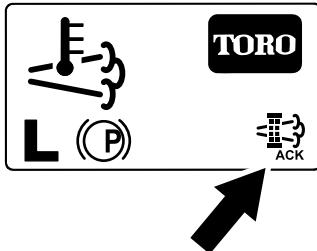

Figura 70
8. El InfoCenter muestra la página de inicio y el ícono de reconocimiento de regeneración (Figura 70) aparece en la esquina inferior derecha de la pantalla mientras se procesa la regeneración.